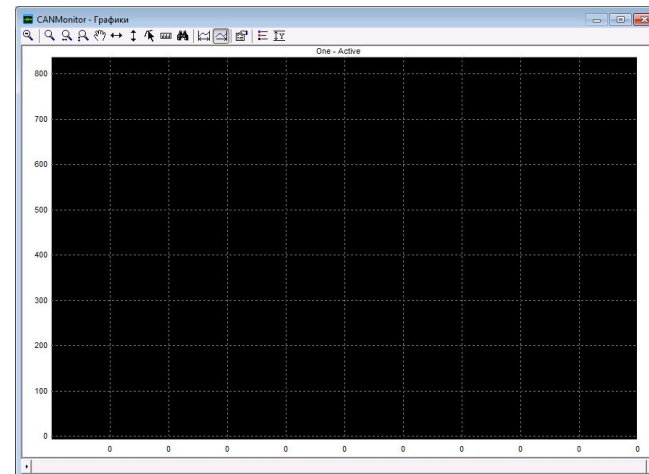

Рисунок 2
- Нажать на кнопку  для отображения графика (Рисунок 2).